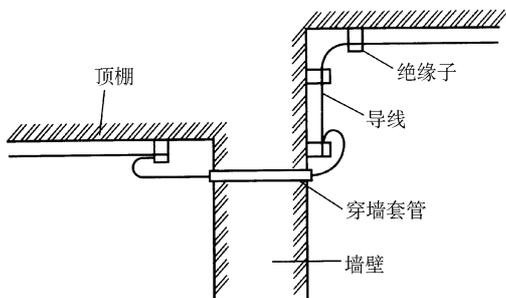

图 7-19 绝缘子配线穿墙和转角
7) 在隐蔽的吊棚内，不允许用绝缘子配线。导线穿墙和在不同平面的转角安装，可参照图 7-19 的做法进行。